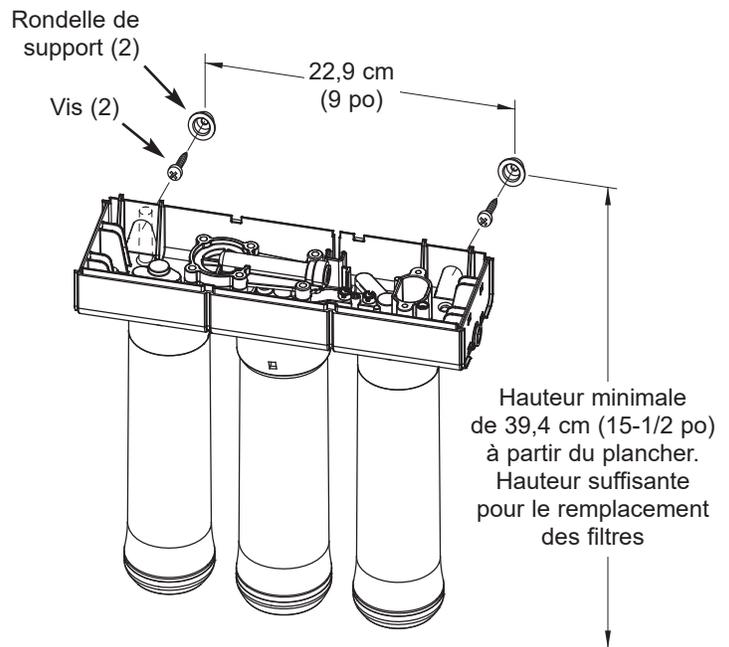

FIG. 12
Voir la figure 12. Les rondelles de support vous permettent de soulever le filtre sans avoir à enlever des pièces de quincaillerie. Prévoyez de l'espace pour réaliser le remplacement des filtres lors de la planification de l'installation.
2. Repérez les languettes de montage à l'arrière de l'assemblage. Voir la figure 12.
3. Maintenez l'assemblage contre le mur et marquez l'emplacement des rondelles de support. Voir la figure 12. Fixez l'appareil assez haut de sorte à laisser de l'espace pour le remplacement des filtres sans avoir à enlever l'appareil du mur.